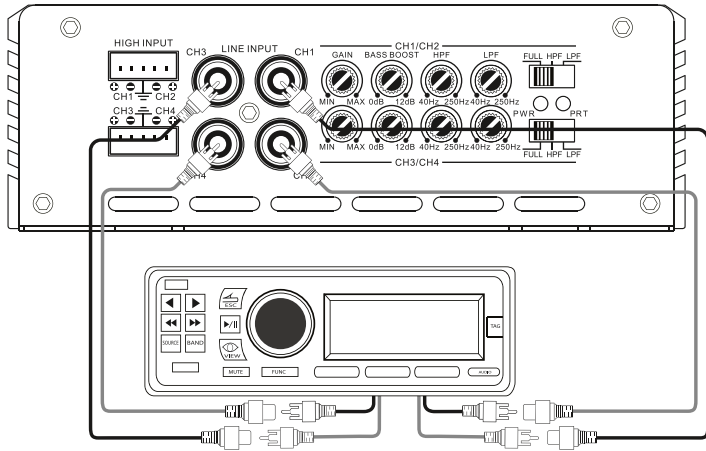

Рис. 2
- Одноканальные усилители рассчитаны на подключение через RCA разъёмы к линейным выходам головного устройства или отдельного процессора (**Рис. 2**). Если Ваше головное устройство не имеет линейных выходов, Вы можете подключить одноканальный усилитель, используя конвертер высокоуровневого сигнала в линейный (продаётся отдельно).
1. Через RCA- разъёмы к линейным выходам головного устройства или отдельного процессора (**Рис.2**).